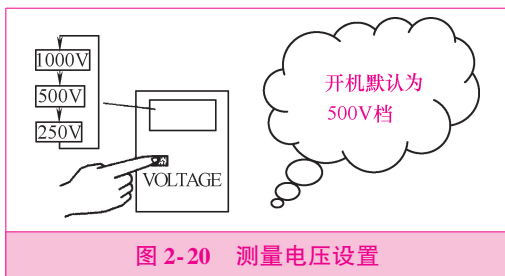

图 2-20 测量电压设置
2) 测试线连接好后，开启电源开关“ON/OFF”，选择所需电压等级。一般来说，开机默认为 500V 档，如图 2-20 所示。